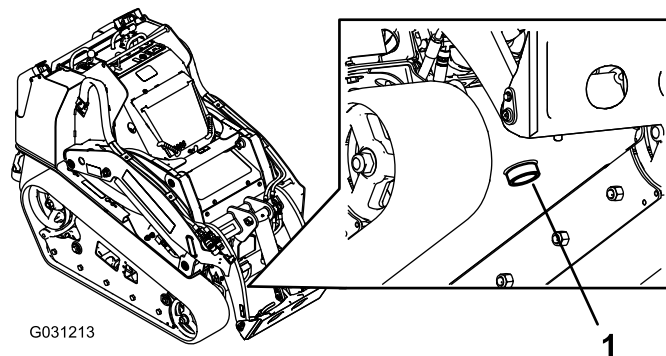

Figura 74
7. Posizionate una grossa bacinella di spurgo della capacità di 57 litri sotto il tappo di spurgo nella parte anteriore della macchina (Figura 74).
8. Togliete il tappo di spurgo e lasciate defluire l'olio nella bacinella (Figura 74).